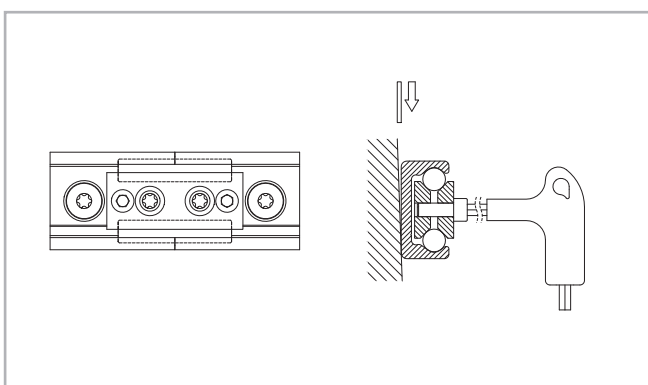

Fig. 116
- (3) Sistemare l'attrezzo di allineamento sulla giunzione delle guide e serrare uniformemente ambedue le viti di regolazione finché le piste sono allineate (vedere fig. 116).
- (4) Successivamente verificare se i lati posteriori di ambedue le guide appoggiano in piano sulla superficie di montaggio. Nel caso si fosse formata una fessura, spessorarla.